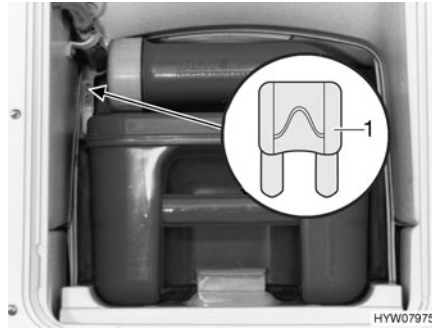
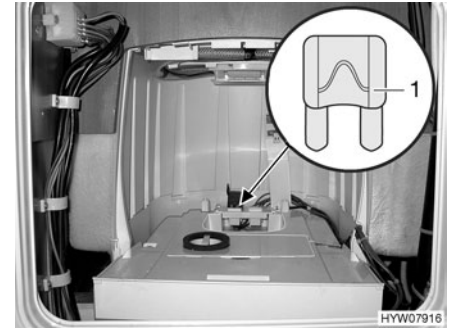

Fig. 142 Fusible del inodoro Thetford
Fig. 143 Fusible del inodoro Thetford (alternativa)
- Cambiar el fusible (Fig. 142,1 ó Fig. 143,1).